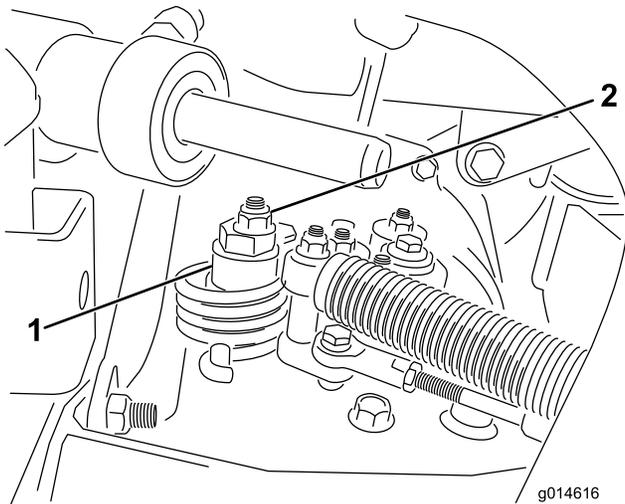

図 53
- A. 偏芯ナットをハイドロスタット上部に止めているナットをゆるめる（図 53）。
- C. どちらにも車輪が回らないように偏芯ナットを回して調整する。調整ができた後固定ナットを締める（図 53）。スロットル SLOW および FAST 位置で調整が正しいことを確認する。